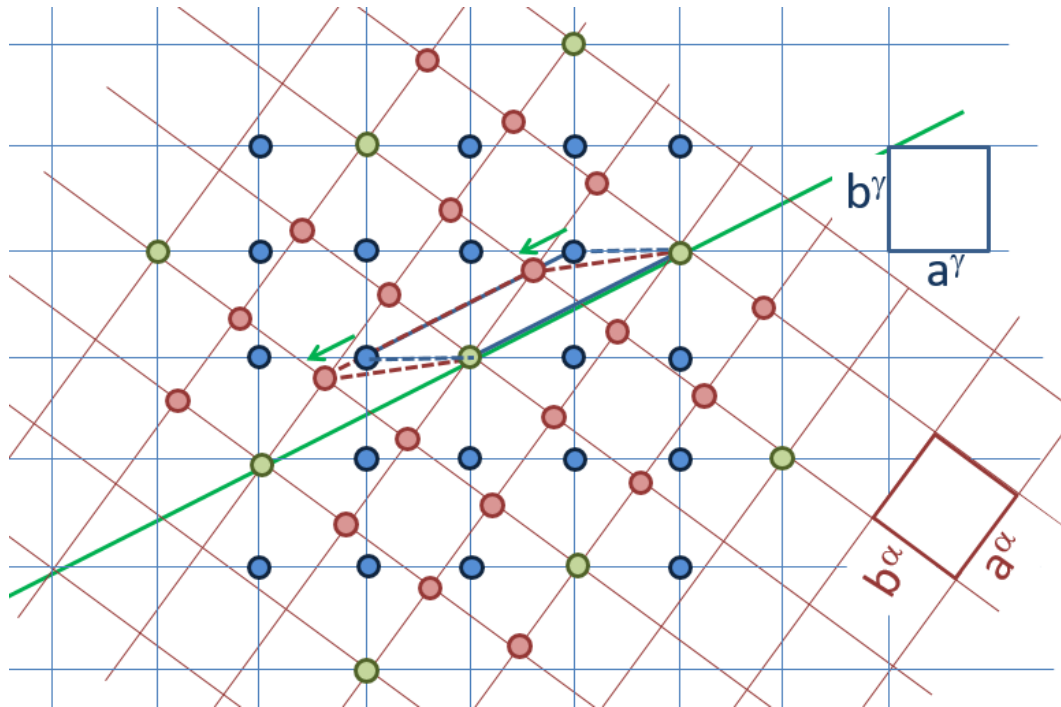

Figure 3.
Considérons le problème 2D de maillage par déformation dans lequel un réseau carré bleu (noté γ) est transformé par cisaillement simple en un réseau carré de même taille rouge (noté α) comme indiqué par les flèches vertes sur la figure 3. Les deux réseaux γ et α sont tels qu'il existe un réseau commun marqué par les points en vert.
4. Indiquer sur la figure 3 la trajectoire des atomes du réseau γ vers le réseau α sur les deux plans (h,k) parallèles au plan de cisaillement en vert au-dessus et en dessous de ce plan. La trajectoire des atomes sur le 1er plan au-dessus sont celles déjà marquées par les flèches vertes. Quelle est la matrice de correspondance $C^{\alpha \rightarrow \gamma}$?